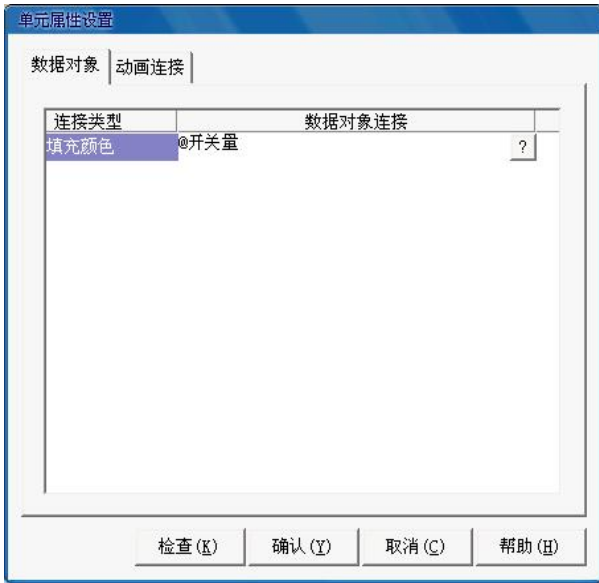
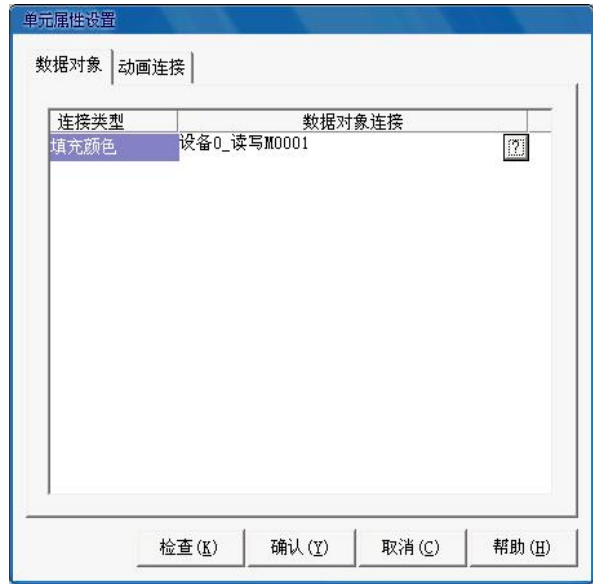

图 11 “单元属性设置”对话框
图 12 指示灯链接结果
(2) 指示灯链接：双击按钮旁边的指示灯构件，弹出“单元属性设置”对话框，在如图 11 所示的数据对象页，点击“问号”选择数据对象“设备 0\_读写 M1”，确认后如图 12 所示。
修改指示灯数据链接。打开点动窗口，然后双击指示灯，弹出“单元属性设置”对话框，在如图 11 所示的数据对象页，点击“问号”，在变量选择中，选择根据采集信息生成，将原来的链接“设备 0\_读写 M1”修改为“设备 0\_读写 Y0”，如图 17 所示。点击确认完成。